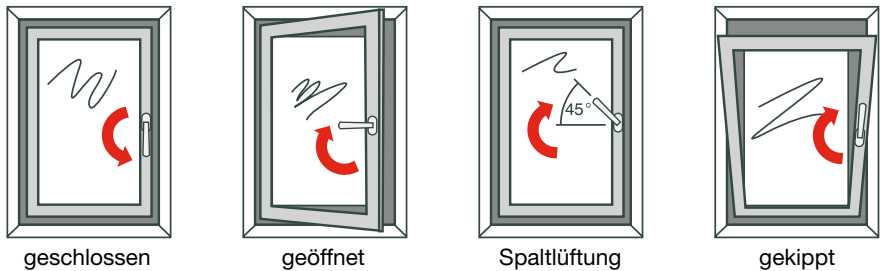

Abb. 1
Die FenStar®-Produkte sind mit einem umlaufenden Beschlag ausgestattet, der es gestattet, mit einem Griff den Fensterflügel in vier Positionen zu bringen – geschlossen, geöffnet, Spaltlüftung, gekippt (außer bei Bogen- und Schrägenfenstern kann die Spaltlüftung bei allen Drehkippenfenstern ab einer Größe von 600 x 600 mm installiert werden). Stellungen des Fenstergriffs für die verschiedenen Positionen des Flügels (siehe Abb. 1).
6. Prüfen Sie, ob sich das Fenster öffnen lässt (siehe Abb. 1).
- Der Flügel öffnet sich nach Drehen des Fenstergriffs in die Kippposition (Griffstellung siehe Abb. 1) – gehen Sie nach Punkt b) vor.